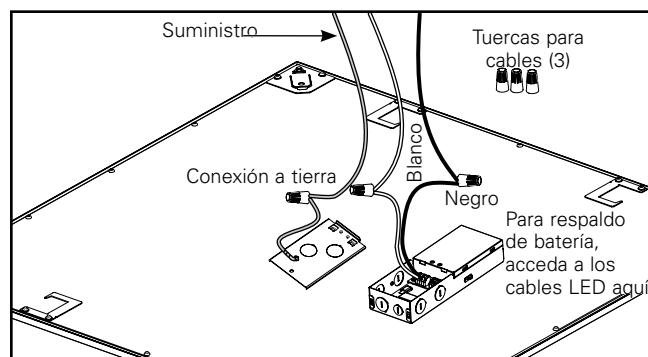

Figura 4.
7. Utilice el orificio ciego abierto para ingresar la línea de alimentación. Usando las tres tuercas de cable provistas para conectar el cable de tierra al cable de suministro de tierra, el cable negro (línea) al cable de suministro negro y el cable blanco (neutro) al cable de suministro blanco. (Figura 4.)
Nota: Esta luminaria es compatible con los sistemas de respaldo de batería, incluidos los Surelites EBPLED7W y EBPLED14W. Si utiliza un sistema de respaldo de batería, retire la placa de la cubierta del controlador para acceder a los cables de carga LED y siga las instrucciones de cableado de respaldo de batería. (Figura 4.) Asegúrese de que la placa de la cubierta del controlador se vuelva a instalar después del cableado.